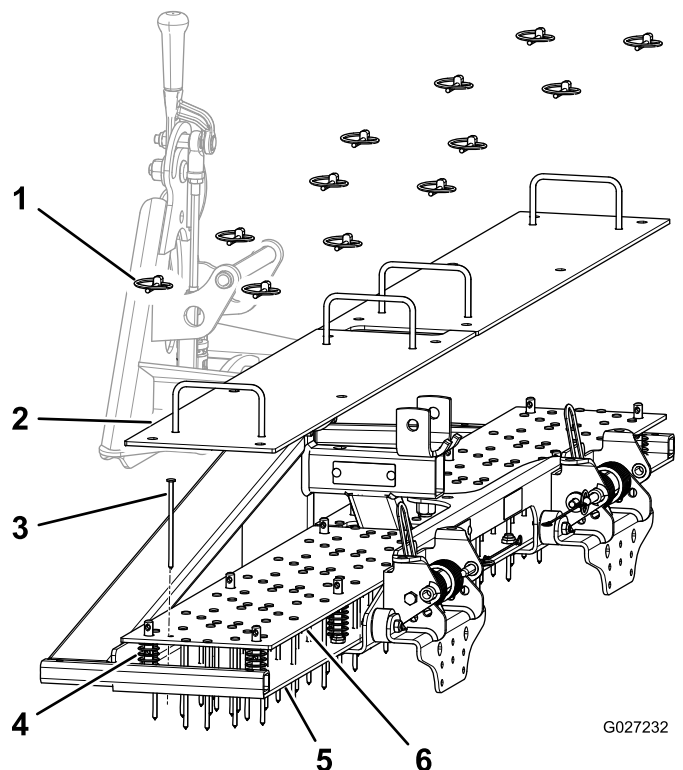

Figura 8
1. Instale las placas de los clavos (Figura 8).
2. Instale los clavos (Figura 8).
3. Instale las placas superiores (Figura 8).
4. Mueva las placas superiores a la posición deseada, y coloque los pasadores de seguridad (Figura 8).